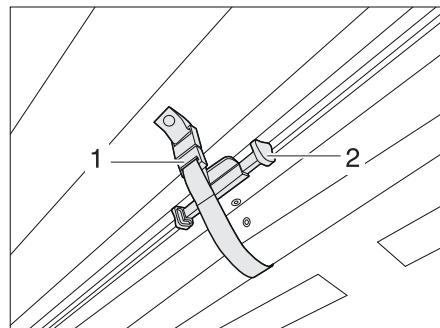

Fig. 14 Aseguramiento del estor plegable de la luna delantera
- Empujar el estor plegable de la luna delantera con el tirador (Fig. 14,2) hacia arriba, hasta que engatille. Asegurar con la cinta de cierre (Fig. 14,1). El estor plegable está asegurado.